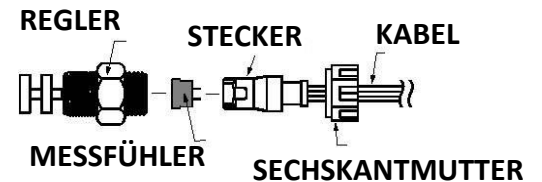
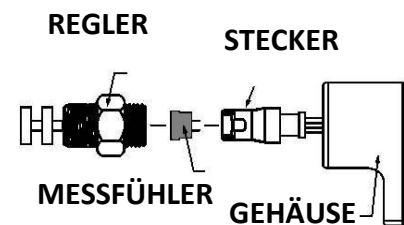

Abbildung 12. Explosionszeichnung eines wetterfesten Thermostats mit Messfühler (Ersatzteil).
Abbildung 13. Explosionszeichnung eines Klasse I, Gruppe D Thermostats mit Messfühler (Ersatzteil).
1. Entfernen Sie den Regler. Bei wetterfesten Modellen schrauben Sie die Sechskantkappe ab. Bei Klasse I, Gruppe D Modellen schrauben Sie den Regler aus dem Gehäuse. *Siehe Abbildung 12 und Abbildung 13.*